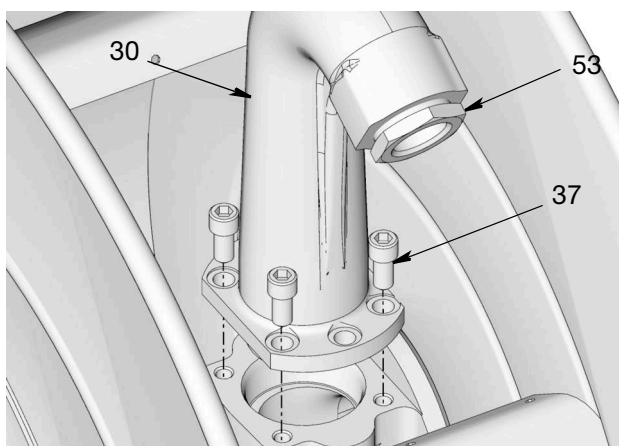

Рис. 6: Показан выпускной патрубок для низкого давления. На моделях для среднего давления используется 6 болтов
3. Для упрощения процесса установки шланга извлеките выпускной патрубок (30) из катушки. Для этого извлеките болты (37), крепящие выпускной патрубок к шпуре (Рис. 6).
4. Нанесите герметик для трубной резьбы или обмотайте резьбу переходной детали (53) лентой из ПТФЭ (в случае необходимости). Затем установите переходную деталь (53) в конце выпускного патрубка (Рис. 6). С помощью двух гаечных ключей надежно зафиксируйте переходную деталь на фитинге выпускного патрубка, вращая ключи в противоположных направлениях.